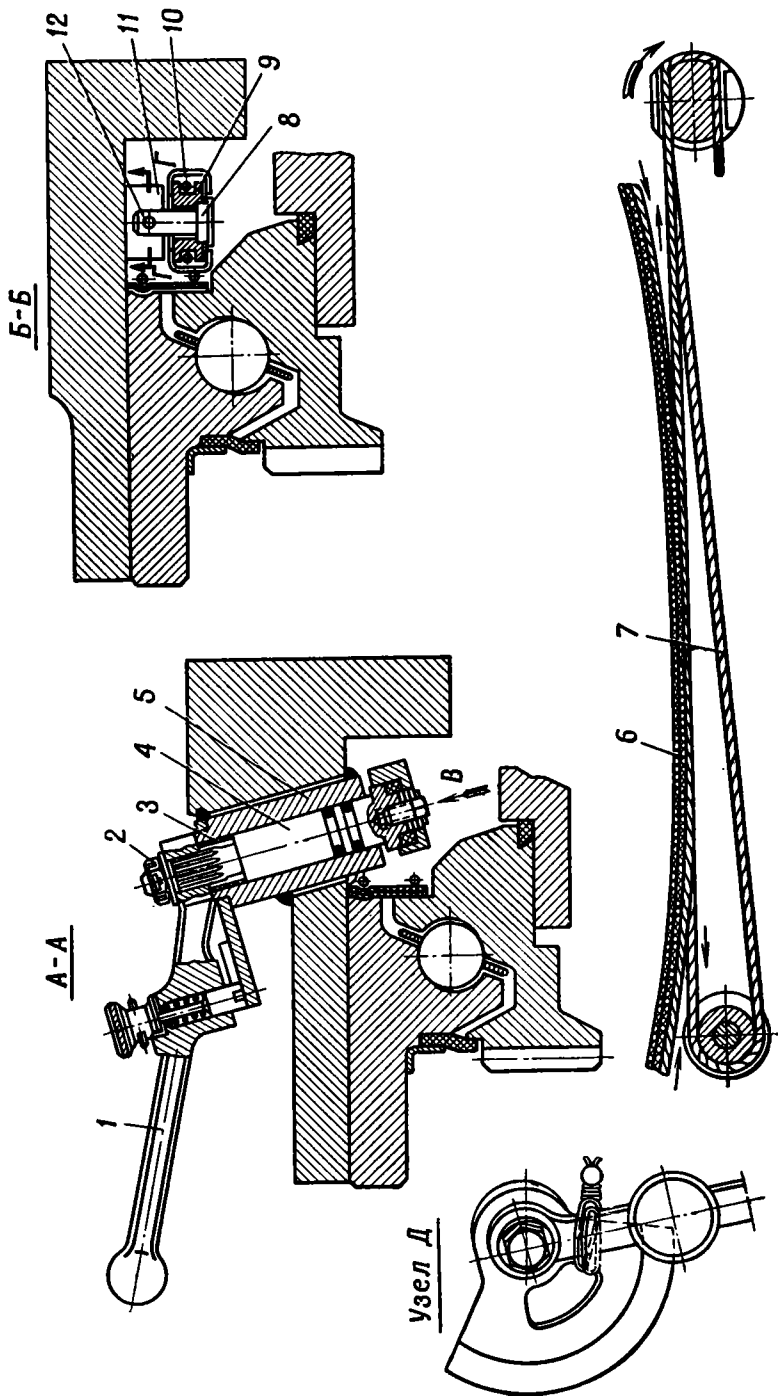

Рис. 56. Установка узлов уплотнения потока:
6. Расшплинтовать, отвернуть гайку 2 (рис. 56) и снять рычаг 1 и втулку 3. Зачалить башню, приподнять ее настолько, чтобы был обеспечен доступ к валику 8, и подложить три деревянные подкладки между башней и погоном.
б) установку троса проверить трехкратной затяжкой с помощью рукоятки рычага 1 (рис. 56); при этом провисание троса в свободном состоянии не допускается; при затяжке троса до отказа усилием руки фиксатор стопора рычага не должен доходить до конца сектора 13 не менее чем на два зуба; положение рычага 1 устанавливать путем перестановки его на шлицах валика 4;
2. Надеть на валик 8 (рис. 56) ролик 9, установить трос 7 на ролик, надеть на валик предохранительную планку 10, вставить валик 8 в сборе в кронштейн 11 и закрепить шплинтом 12.